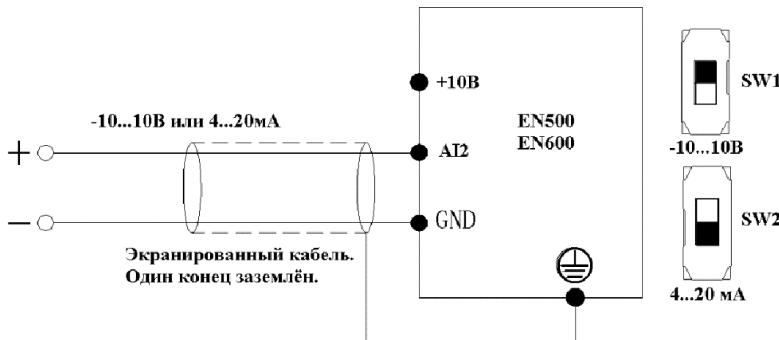

Рис.3-12 Схема подключения к входу AI2
(2) AI2 - аналоговый вход по току (4...20 mA) или напряжению (-10...10V), режим выбирается переключателем SW2, также режим должен быть корректно задан во второй цифре значения параметра F00.20, подключение на рис.3-12.